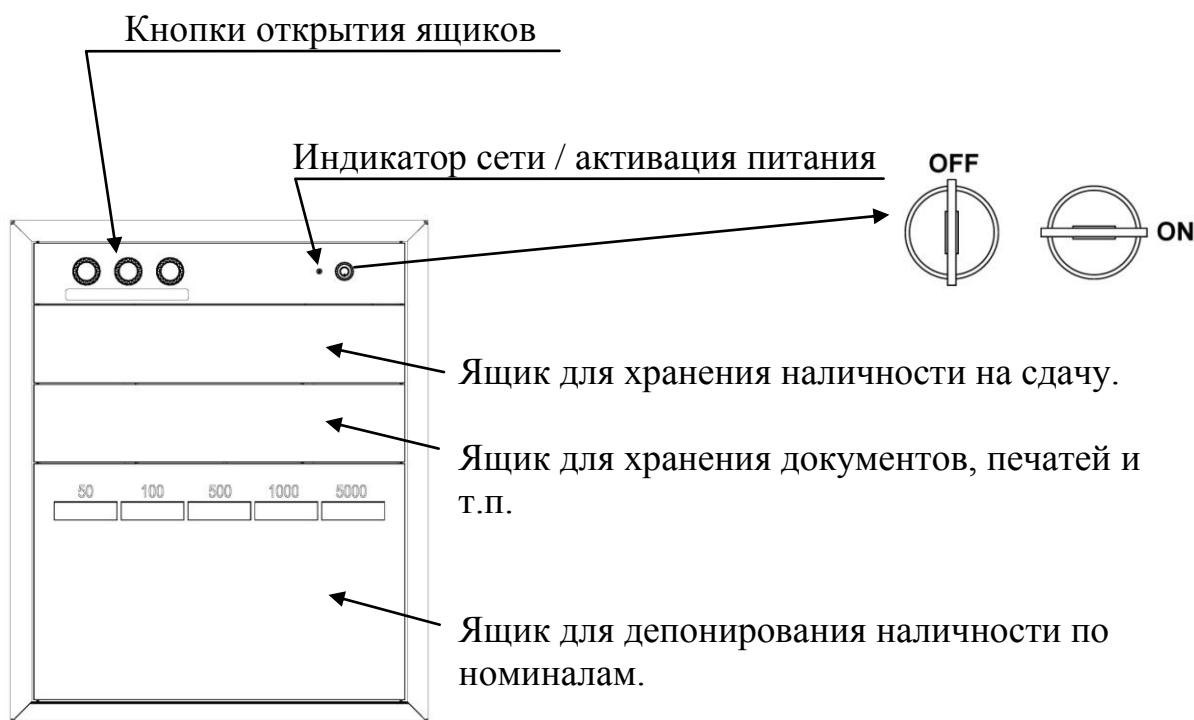

Рис.5 Расположение элементов управления.
1. Запуск работы осуществляется поворотом ключа активации питания в положение «ON» (см. рис.5). На панели управления индикатор сети загорается оранжевым цветом.